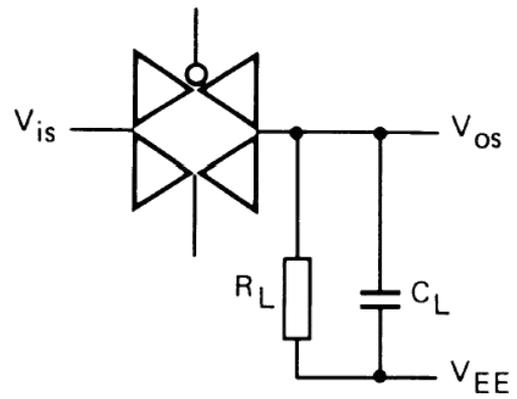

图 4
4. R_L=10KΩ; C_L=15pF; 通道开通; Vis=V_{DD} (P-P) /2(正弦波, 在 V_{DD}/2 处对称), fis=1KHz; 如图 4 所示
7. R_L=1KΩ; C_L=5pF; 通道关断; Vis=V_{DD} (P-P) /2(正弦波, 在 V_{DD}/2 处对称); 20lg(Vos/Vis)=-50dB; 如图 4 所示
8. R_L=1KΩ; C_L=5pF; 通道开; Vis=V_{DD} (P-P) /2(正弦波, 在 V_{DD}/2 处对称); 20lg(Vos/Vis)=-3dB; 如图 4 所示